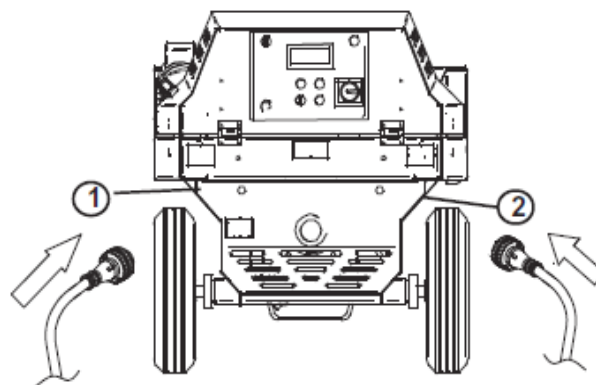

FIG.6
Funzionamento: dopo aver piazzato e collegato la macchina e prima di versare il materiale in tramoggia, posizionare l'interruttore nella posizione 1 (fig 6,7,rif1), il vibratore si avvia. Versare il materiale, al termine dell'operazione riportare l'interruttore nella posizione OFF, rimuovere i residui rimasti nel setaccio.
10.1 ALLACCIAMENTO ELETTRICO (vedi fig.6)
Collegare l'alimentazione alla spina dell'intonacatrice (fig. 6, rif1). La spina di alimentazione 2P+T monofase 3P+T trifase e la presa per il comando a distanza 3P+T GIALLA devono essere di tipo volante IP67.
Nel caso sia presente la mescolatrice optionale collegarla alla presa dell'intonacatrice (fig6, rif.2).